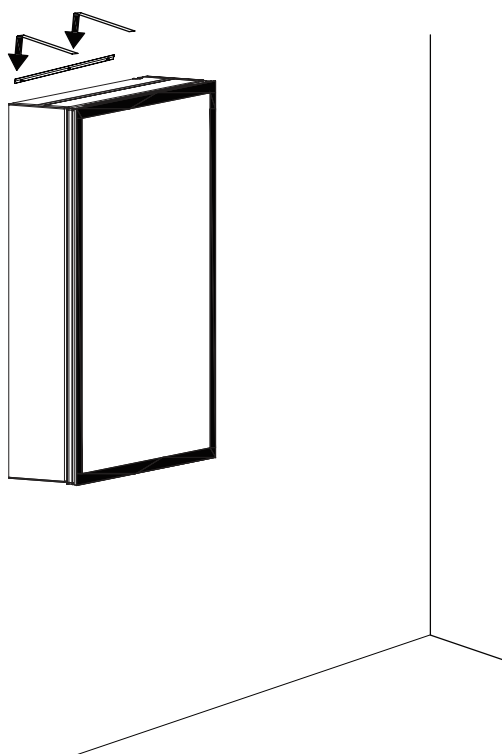

Fig. 7
2.3 Por último, conecte el interruptor principal y compruebe que funciona con normalidad (fig. 7).